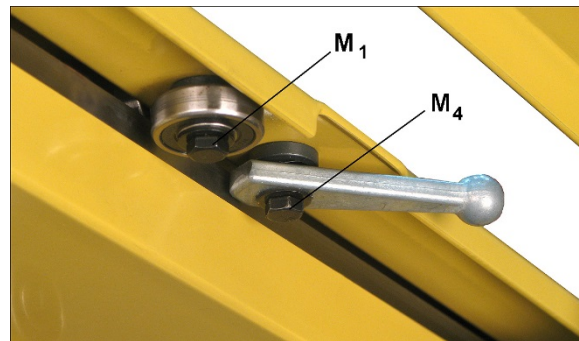
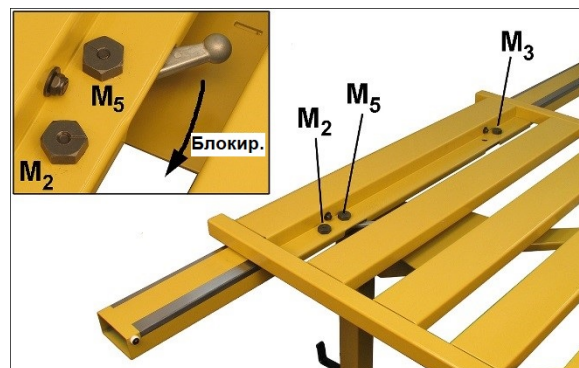

Рисунок 7-12
Рисунок 7-13
1. Для устранения бокового люфта ослабьте винт подшипника ( $M_1$ , рисунок 7-12), и поворачивайте эксцентриковую гайку ( $M_2$ , рисунок 7-13) пока подшипник не будет слегка касаться внешней направляющей. Не прижимайте подшипник к направляющей слишком сильно. Затяните винт ( $M_1$ ).
3. Переведите ручку фиксации стола (вставка, рис. 7-13) в положение «блокировка». Если ручка движется слишком туго или слишком свободно, ослабьте винт ( $M_4$ ) и отрегулируйте эксцентриковую гайку ( $M_5$ ) аналогичным образом. Затяните винт.